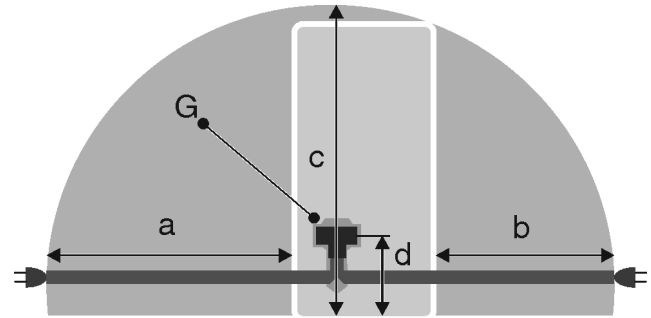

Fig. 30 \*
- Розетка находится не за устройством, а в зонах a или b Fig. 30 (a, b, c).
- ▶ Штекер устройства Fig. 30 (G) подсоедините с задней стороны устройства. Следите за правильной фиксацией.